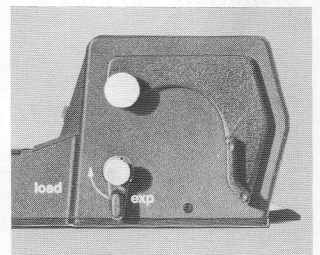

Fig. 14
7.1. Ist der Film zu Ende oder soll ein teilweise belichteter Film entnommen werden, Umschalthebel auf «load» (Fig. 14).
7.1. At the end of the film or to unload a partly exposed film, set changeover lever to «load» (fig. 14).
7.1. Si le film est fini ou si un film partiellement exposé doit être enlevé, il faut positionner le levier de commande sur «load» (fig. 14).